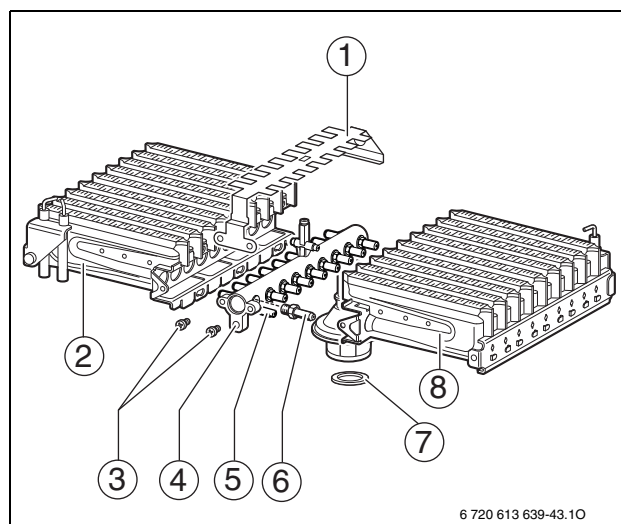

Рис. 29
- ▶ Демонтировать горелку (→ рис. 29, [2] и [8]) → глава 12.2.1).
- ▶ Установить горелку (→ рис. 29, [2] и [8]).